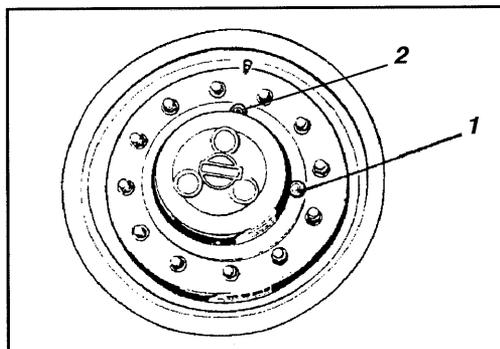

Abb. 51 Planetengetriebe / Position zum Auffüllen
- * Die Instrumentenschutzabdeckung über die Lenksäule klappen. Die gesamte Walze mit einer Persenning abdecken. Die Persenning muß ein Stück über den Boden abschließen, siehe Abb. 51. Die Walze am besten in geschlossenen Räumen mit gleichmäßiger Temperatur verwahren.